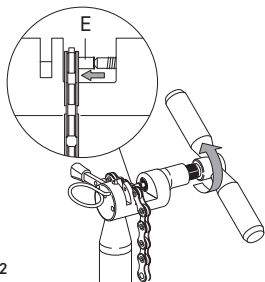

Fig.12
- En appliquant une force homogène, vissez l'outil (Fig. 12) jusqu'à ce que la bague **ULTRA-LINK 5-CN-SR700** (E) entre complètement sur toute l'épaisseur du maillon.